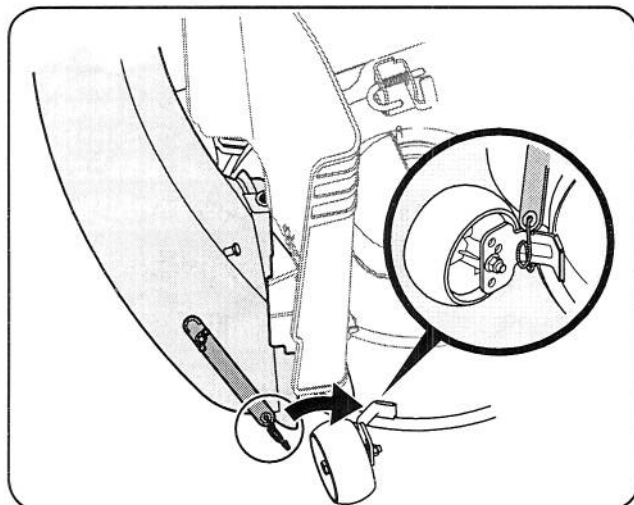

Figure 4-24
14. Avec le tracteur à la décharge chute soulevées et maintenues ouvertes, l'installation de la chute d'eau coude sur la chute d'eau en plaçant l'ouverture du pont de montage épingle dans le trou à condition, comme on l'a vu dans la Fig. 4-23, puis assurer le coude sur le pont en raccordant la sangle de retenue du crochet ressort de torsion sur le pont roue un support de montage vu dans la Fig. 4-24.